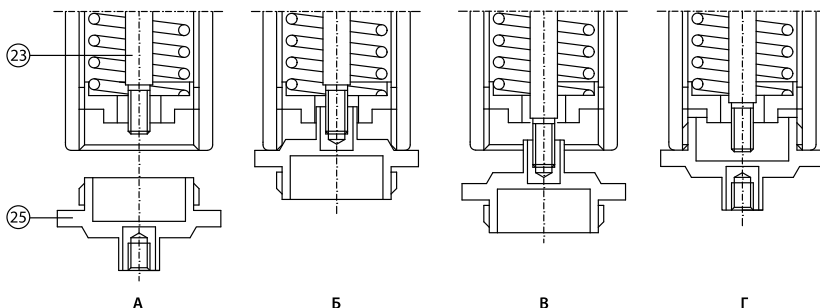

Рисунок 7. Сброс ПЗК (тип 8500)
9.1.2.6 Если регулятор оснащен ПЗК типа 8500 (см. Рис. 7):
- 1) Снять крышку (25), открутив ее (см. рис. 7А);
- 2) Навинтить ее обратной стороной на шток (23) до тех пор пока она не соприкоснется с корпусом (см. рис. 7Б);
- 4) Извлеките крышку (25): эта операция подтверждает сброс (см. рис. 7В);
- 5) Закрутите крышку (25) на прежнее место (см. рис. 7Г) и откройте кран (11).